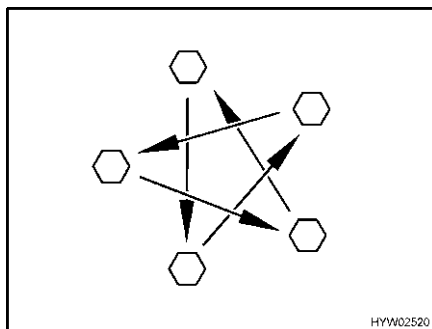

Fig. 104 Serrare a croce i dadi o i bulloni delle ruote
- Controllare regolarmente il serraggio dei dadi o dei bulloni. Regolare a croce (Fig. 104) il serraggio dei dadi o dei bulloni di una ruota sostituita dopo circa 50 km.
- ▷ Serrare a croce i dadi o i bulloni delle ruote (Fig. 104).